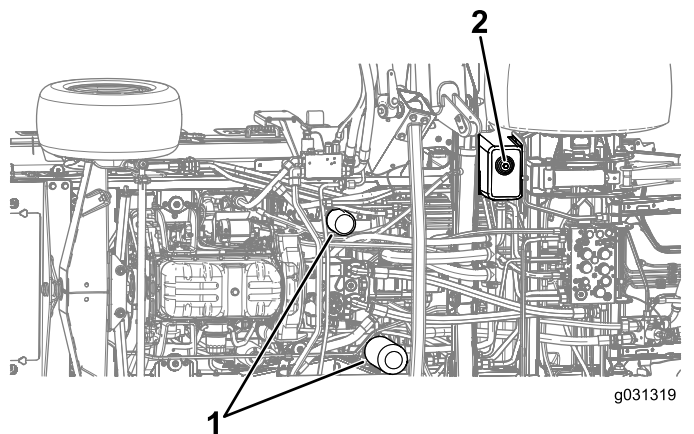

Figura 101
4. Rimuovete il tappo di spurgo dalla base del serbatoio e lasciate fuoriuscire il fluido idraulico nella bacinella (Figura 101).
3. Collocate una bacinella di spurgo sotto il filtro e togliete il filtro (Figura 101).